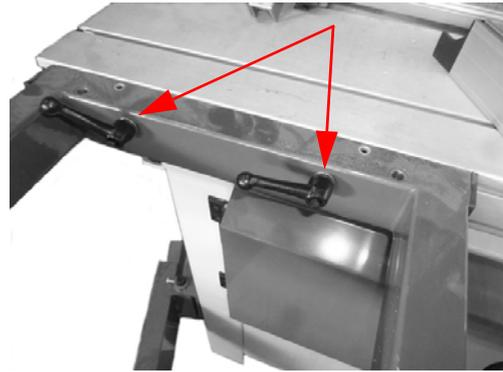

Abb. 12: Tischausleger montieren
Schritt 4: Zur Überprüfung der Ebenheit und Winkligkeit können Sie eine Wasserwaage auf den Maschinenarbeitstisch und den Tischausleger legen. Bei Bedarf justieren Sie mit Hilfe der Muttern an der Verbindungsstange etwas nach. Hierzu müssen die Klemmhebelschrauben am Tischausleger (Abb.12) nochmals leicht gelöst werden.
Schritt 4: Den Riemen über die Riemenräder-Kombination legen, mit der die gewünschte Fräser-Drehzahl erreicht wird. Die folgenden Drehzahlen stehen zur Auswahl: 1800 U/min, 3000 U/min, 6000 U/min, 9000 U/min. Die entsprechenden Riemenpositionen sind in Abb. 12 dargestellt.